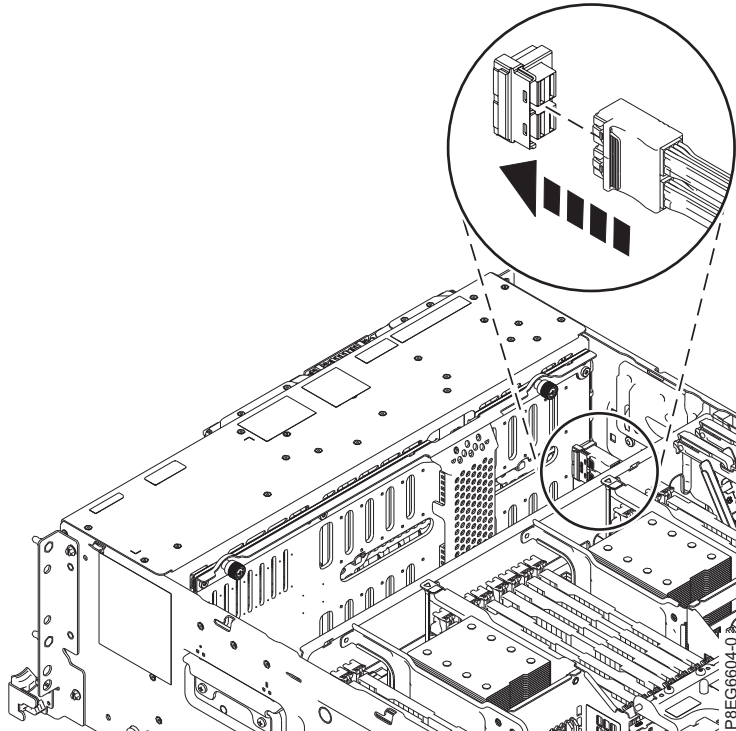

Figure 10. Reconnexion du câble SAS au fond de panier de l'unité de disque
- Reconnectez le câble SAS avant au port de connecteur du fond de panier de l'unité de disque, comme illustré à la figure 10, à la page 11. Appuyez sur le connecteur jusqu'à ce que vous entendiez un clic. Placez les câbles contre la partie latérale du châssis.